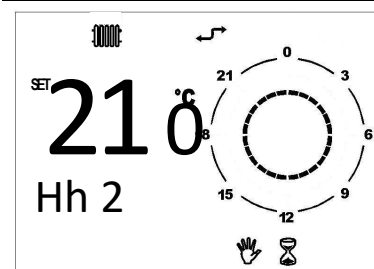

Рисунок 10 – Ручной режим с программированием по времени
- Ручная работа на заданное время (приемы): совместное присутствие на дисплее символов клепсидры и ручного режима (смотри Рисунок 10).
5. В течение всего периода на дисплее будет показываться время до окончания заданной функции (смотри Рисунок 10 на странице 18).